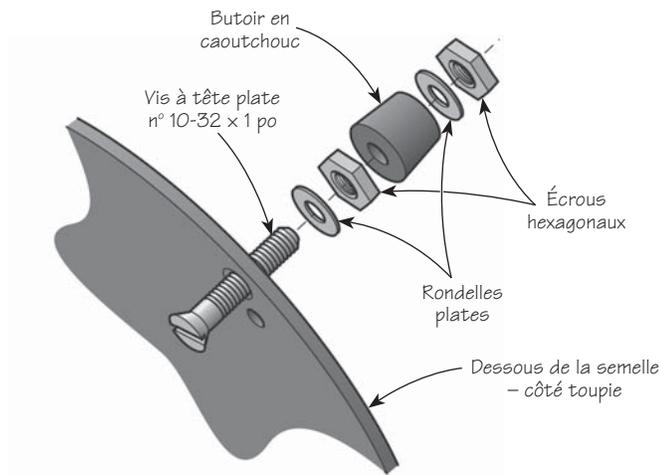

Figure 7 : Mise en place de la butée antirotation
10. À l'aide de la mèche à fraiser, évaser l'orifice du trou de 3/16 po le **plus éloigné** à partir du dessus de la semelle – côté opposé à la toupie –, de manière à ce que la tête de la vis n° 10-32 se loge juste sous la surface de la semelle. Fixer cette vis à l'aide de l'écrou placé contre la face interne de la semelle. Insérer le butoir de caoutchouc sur la vis, de même que les autres éléments de la butée comme le montre la **figure 7**.